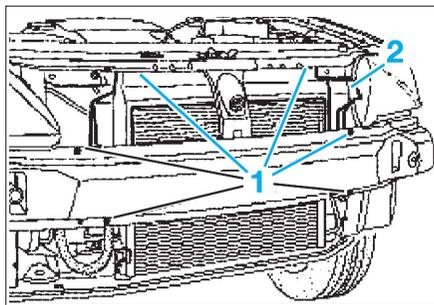

Fig. 7
- les vis (1) du déflecteur d'air (Fig.7),